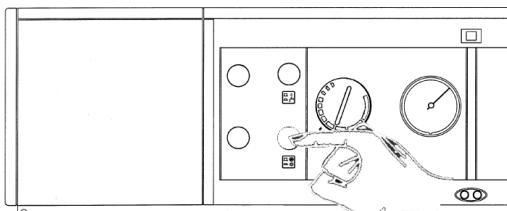

Рис. 7.2
- установите переключатель лето-зима в нужное положение в зависимости от сезона (рис. 7.2)